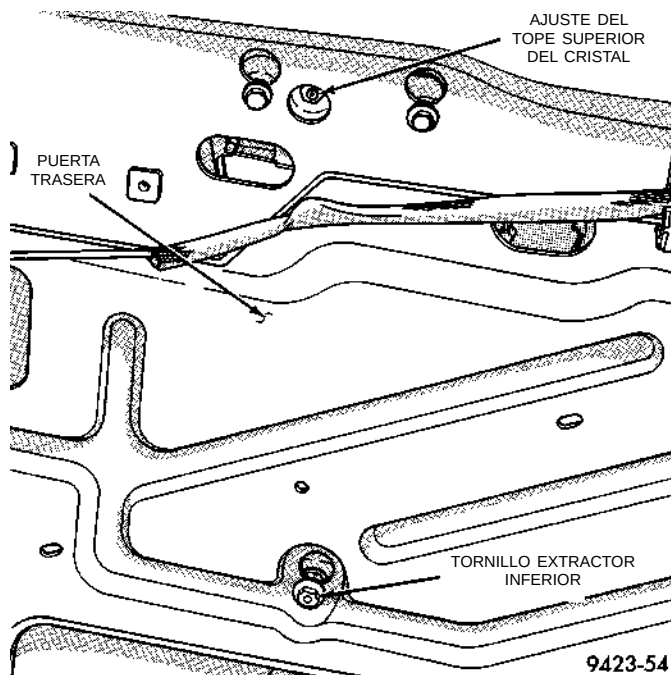

Fig. 89 Ajuste del cristal de la puerta trasera—característico
(1) Retire el panel tapizado de la puerta.
(2) Retire el protector contra el agua según sea necesario para poder acceder a los reguladores.
(3) Con un cubo de tuerca abocinada Snap-on® (FRXM10), afloje la tuerca de parante excentrada del tope superior (Fig. 89).
(4) Con una llave hexagonal apropiada, gire la tuerca excentrada del tope superior para poder obtener la altura del cristal adecuada.
(5) Ajuste el cristal de manera que se pueda pasar un papel entre el cristal y el burlete con cierta tensión.
(3) Con un cubo de tuerca abocinada Snap-on® (FRXM10), afloje las tuercas de parante de los tornillos extractores inferiores (Fig. 89).
(4) Con una llave hexagonal adecuada, gire los tornillos extractores para obtener la tensión correcta en la parte superior del cristal.